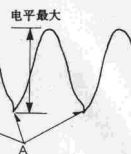

图11
②推入空白磁带, 置录像机于录制状态;
③将示波器连接IC8502-11脚;
④调节 T8501, 使A点的电平为最大, 如图 11 所示。